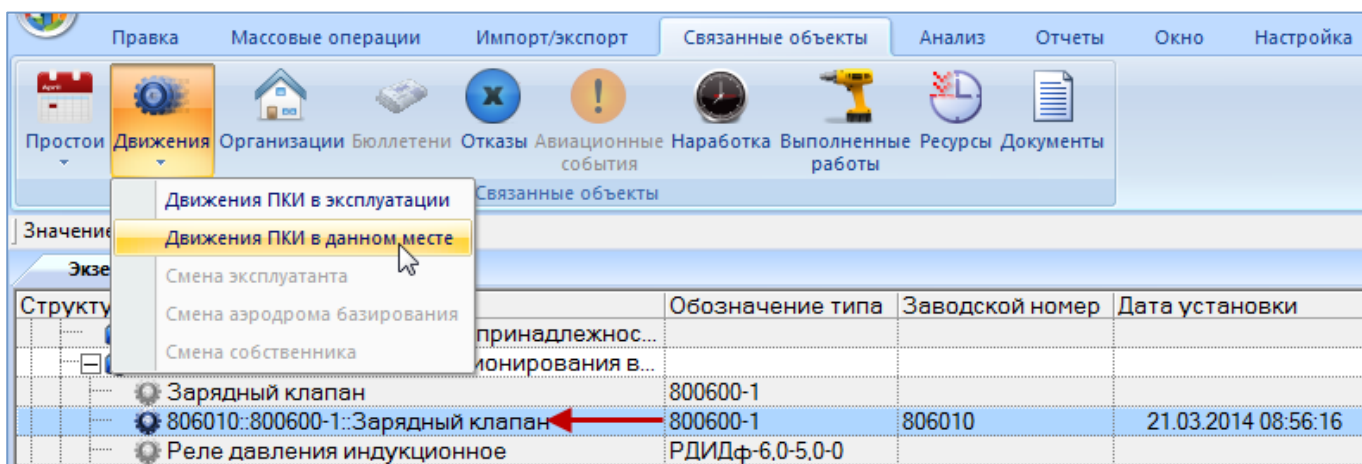

Рис. 13-147 – Открытие окна движений ПКИ в данном месте
- 3) Нажать кнопку «Движения» панели «Связанные объекты» и из открывшегося списка выбрать пункт «Движения ПКИ в данном месте» (рис. 13-147).